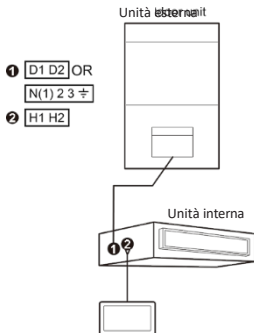

Fig. 5.4 Un HP2ODS-V1 controlla un'unità interna HEIWA PRO 2
- (1) Per il collegamento dell'HP2ODS-V1 all'unità della serie HEIWA PRO 2, la cui unità interna è dotata di una porta di comunicazione HBS, è possibile adottare gli schemi di cablaggio riportati nelle figure 5.4, 5.5, 5.8 e 5.9.